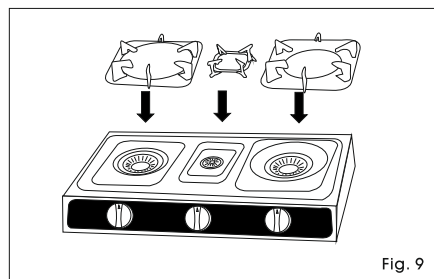

Fig. 9
- Monte las piezas como indican las instrucciones (Fig. 9)